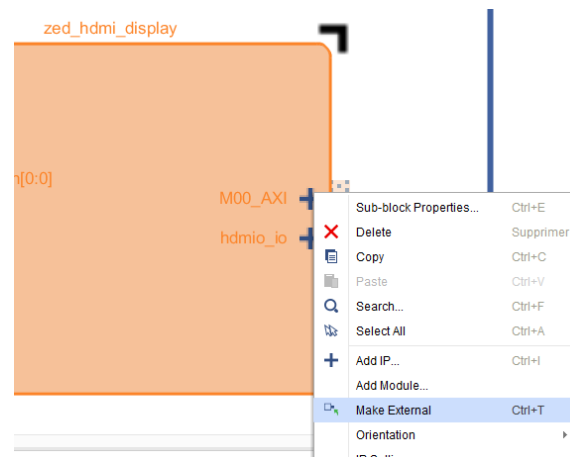

FIGURE 10 – HDMIO externe
22. Définissez comme externe le port **hdmio_io**, avec un clic droit sur le port, comme à la figure 10, et assurez-vous que son nom est *hdmio_io*.